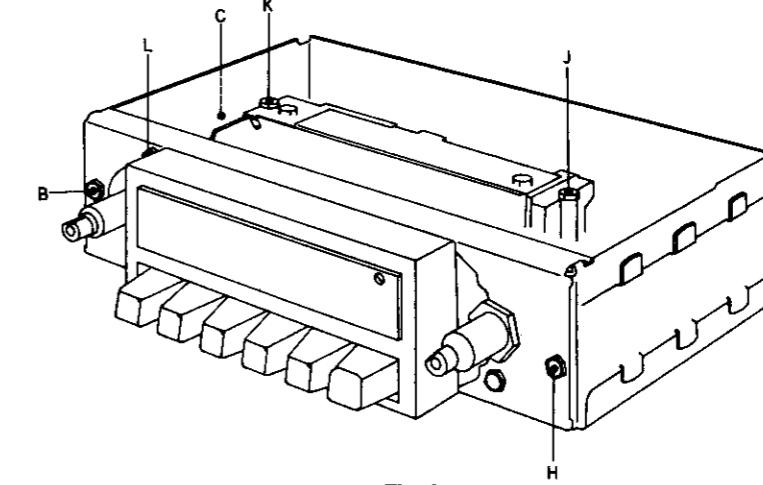
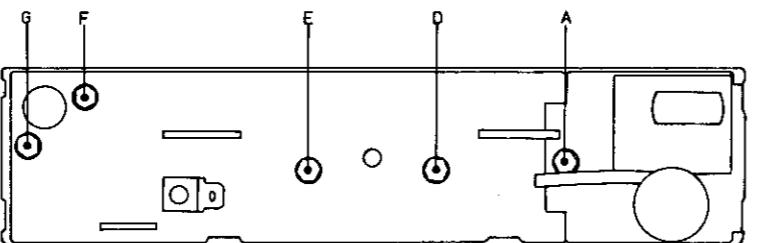

Fig. 4
Fig. 6
- 5.7 Suivant la fig. 4, enlever les deux vis hex. à tête J, K.
5.13 Glisser à nouveau les verrouillages de la plaque HF/FI dans le panneau arrière et fixer la plaque à l'aide des deux vis à tête hex. J, K según fig. 4.
5.13 Desplazar de nuevo los cierres de la placa RF/FI en la pared posterior y fijar la placa mediante ambos tornillos hex. autorroscantes J, K según fig. 4.
- 7.5 Desserrer les vis à tête hex. A fig. 6 et B fig. 4 et tirer légèrement du poste la paroi gauche et l'ampli BF.
- 7.9 Libérer la vis à tête hex. C fig. 4 et séparer l'ampli BF de la paroi gauche.
- 8.1 Suivant la fig. 6, enlever la vis hex. D, E.
- 7.5 Soltar los tornillos hex. autorroscantes A fig. 6 y B fig. 4 y tirar ligeramente del aparato la pared izquierda y el amplificador BF.
- 7.9 Soltar el tornillo hex. autorroscante C fig. 4 y separar el amplificador BF de la pared izquierda.
- 8.1 Según fig. 6, quitar el tornillo hex. D, E.